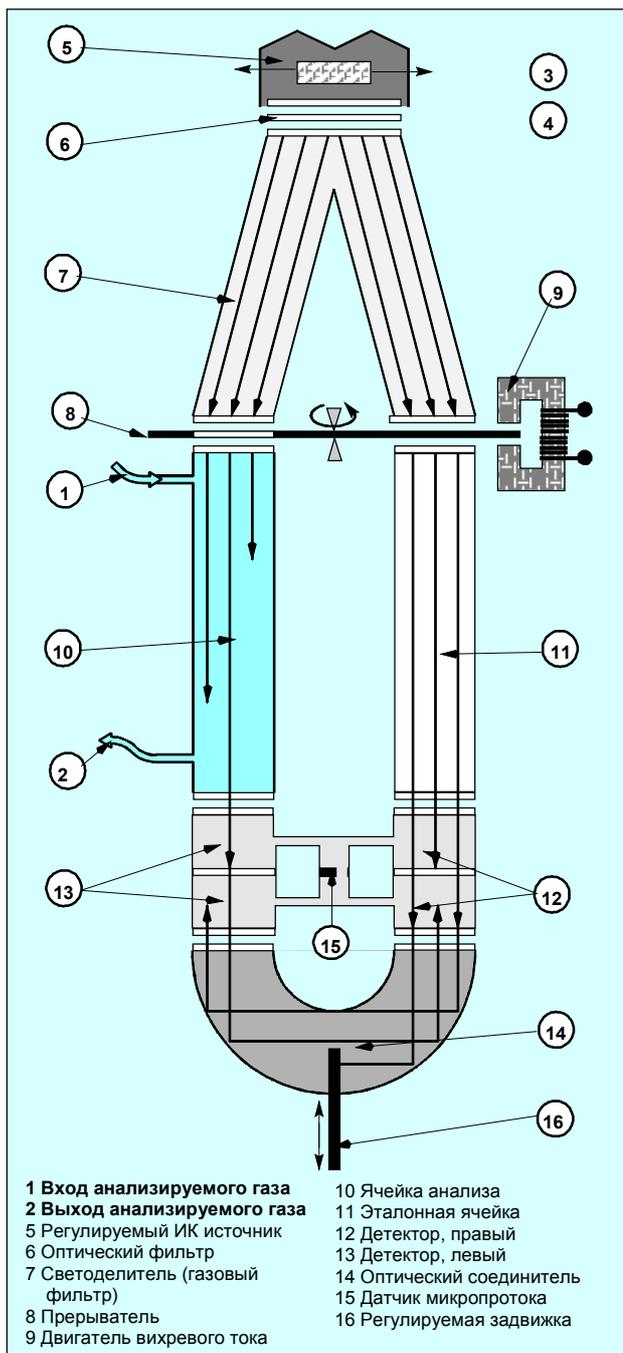

Рис. 3-3 Принцип работы
Рис. 3-3 показывает измерительный принцип. Излучение ИК источника (5), подогреваемого приблизительно до 700 °С, и которое может изменяться для баланса системы, делится светоделителем (6) на два одинаковых пучка (7) (анализируемый и эталонный). Светоделитель выступает также в роли фильтрующего элемента.